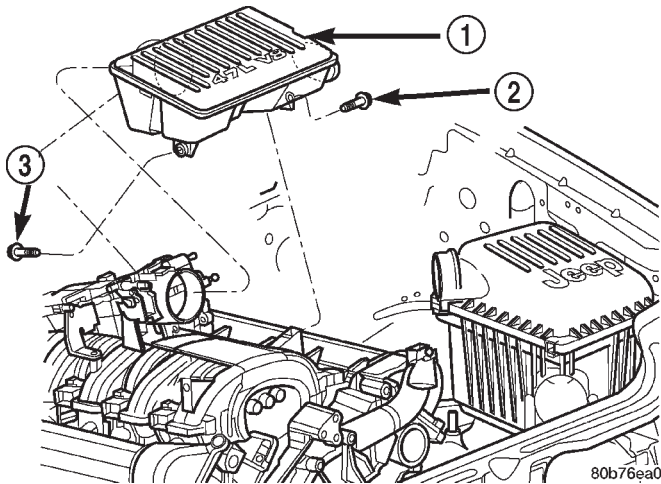

Abb. 46 Ansauggeräuschdämpfer/ Drosselklappengehäuse
(1) Batterie-Minuskabel (-) abklemmen.
(2) Luftfiltergehäuse und Ansaugeräuschkämpfer/Drosselklappengehäuse ausbauen (Abb. 46).
(3) Steckverbinder der Einspritzventile abziehen und den Einspritzventil-Kabelbaum aus den Halteclips lösen.
- (1) Batterie abklemmen und aus dem Motorraum herausnehmen.
- (2) Luftfiltergehäuse und Ansauggeräuschdämpfer/ Drosselklappengehäuse ausbauen (Abb. 46).
- (3) Batterieanschlüsse von der Zentralen Stromversorgung (PDC) abklemmen.
- (4) Zentrale Stromversorgung von der Halterung abziehen und auf der linken Seite des Kotflügel-Schottblechs ablegen.
- (5) Kühlmittel soweit ablassen, bis die Heizungsschläuche entleert sind. Näheres hierzu siehe "Kühlsystem".
- (6) Antriebsriemen für Zusatzaggregate ausbauen. Näheres hierzu siehe "Kühlsystem".
- (7) Befestigungsschrauben des Klimakompressors ausbauen und den Kompressor auf der linken Seite ablegen.
- (8) Batterieträger ausbauen und Batterie-Temperaturfühler abklemmen.
- (9) Heizungsschläuche an der Motorvorderseite abbauen.
- (10) Halterung des Kältemittelsammlers lösen.
- (11) Steckverbinder der Einspritzventile und der Zündspule abziehen.
- (12) Schlauch der Kurbelgehäuse-Zwangsentlüftung abbauen und entfernen.